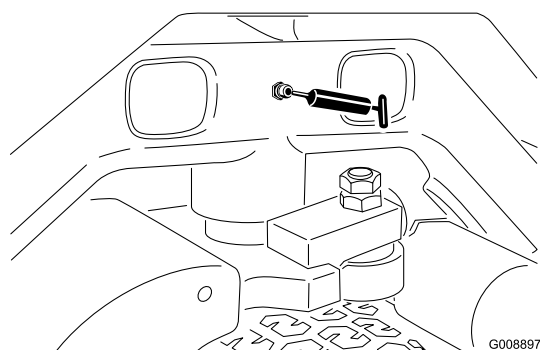

Figura 31
- Pivote de dirección (Figura 31)